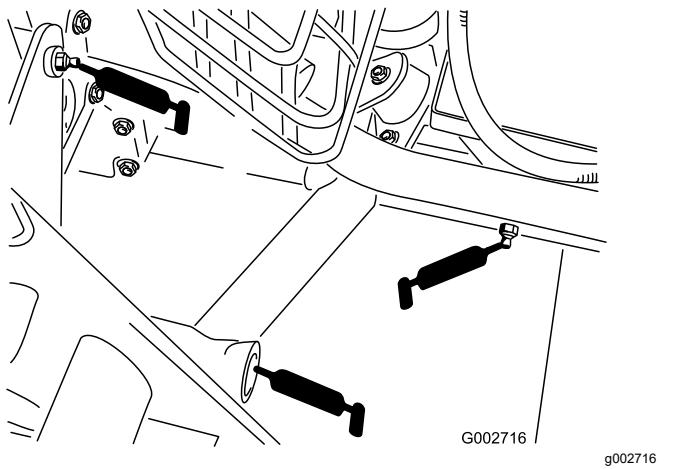

Bild 21
- 5 Lager der hinteren Anhängevorrichtung (Bild 21).